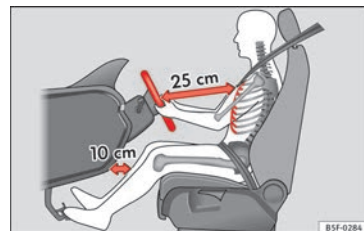
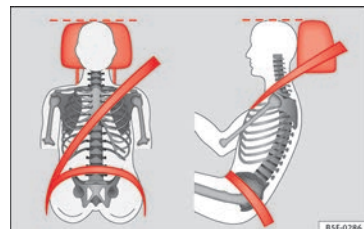

Fig. 64 Distance correcte entre le conducteur et le volant.
Fig. 65 Sangle bien ajustée et appuie-tête correctement réglé.
- Réglez le siège de sorte que le volant soit à une distance d'au moins 25 cm de votre cage thoracique » fig. 64 et de sorte à pouvoir saisir des deux mains et avec les bras légèrement fléchis le volant latéralement par la partie extérieure.
- Réglez le siège du conducteur dans la longueur de manière à pouvoir actionner à fond les pédales avec les jambes légèrement fléchies, tout en maintenant les genoux à au moins 10 cm de la planche de bord » fig. 64.
chies, tout en maintenant les genoux à au moins 10 cm de la planche de bord » fig. 64.
près possible de l'appuie-tête » fig. 64 et » fig. 65.
Réglez la distance correcte entre le conducteur et le volant » fig. 64 à l'aide des commandes situées sur le siège du conducteur »  page 12.